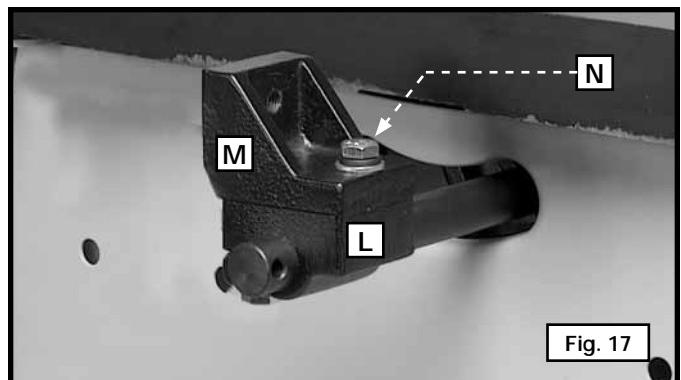

Fig. 17
9. Aligner le trou du support supérieur du couteau séparateur (M) fig. 17 avec le trou du support inférieur (L). Enfiler une rondelle de blocage de 7,9 mm (5/16 po) puis une rondelle plate de 7,9 mm (5/16 po) sur une vis à tête hexagonale de 7,9 mm-18 x 25,4 mm (5/16 po-18 x 1 po) (N). Insérer la vis (N) par le trou du support supérieur du couteau séparateur (M) et la serrer dans le support inférieur (L).
**REMARQUE :** visser lâchement la vis (N) pour un réglage ultérieur.